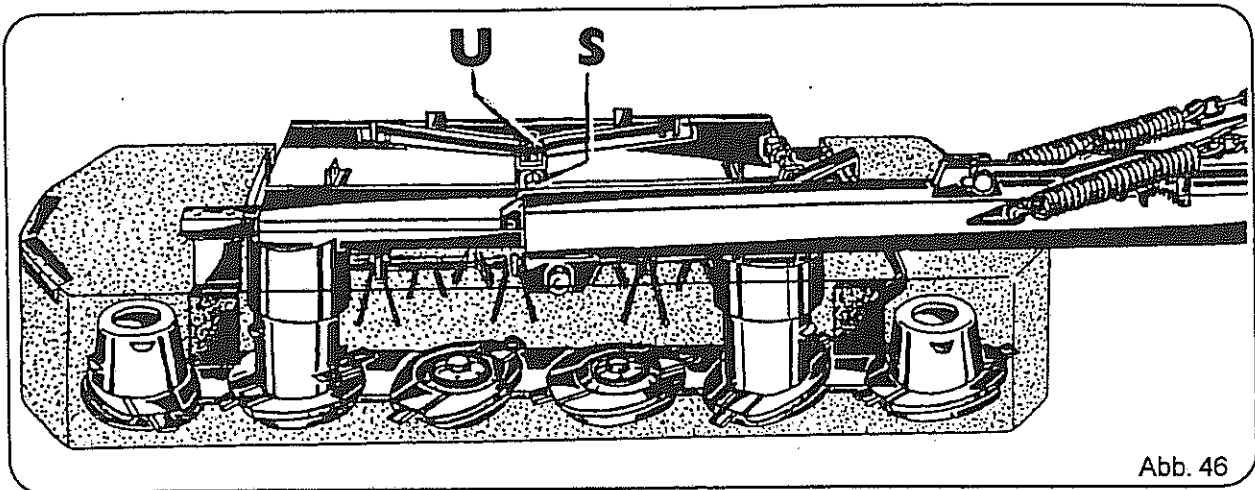

Abb. 46
- Kontermutter (Abb. 46 und 47, Pos. U) lösen.
- Knickzettergehäuse durch Drehen der Spindel mit Sechskantschlüssel (Abb. 46 und 47, Pos. S) nach oben schwenken.